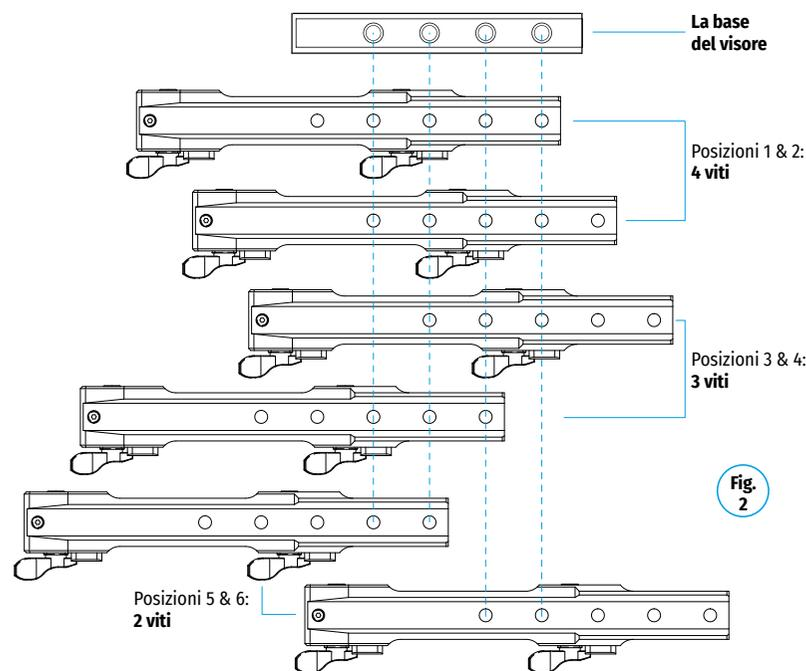

Fig. 2
- С помощью шестигранного ключа S5 и винтов (1) присоедините кронштейн к основанию прицела (рис. 2).
- Кронштейны **Weaver SQD** могут быть присоединены как с помощью двух, трёх, так и четырёх винтов в зависимости от выбранного положения кронштейна (примеры возможных вариантов см. на рис.2)